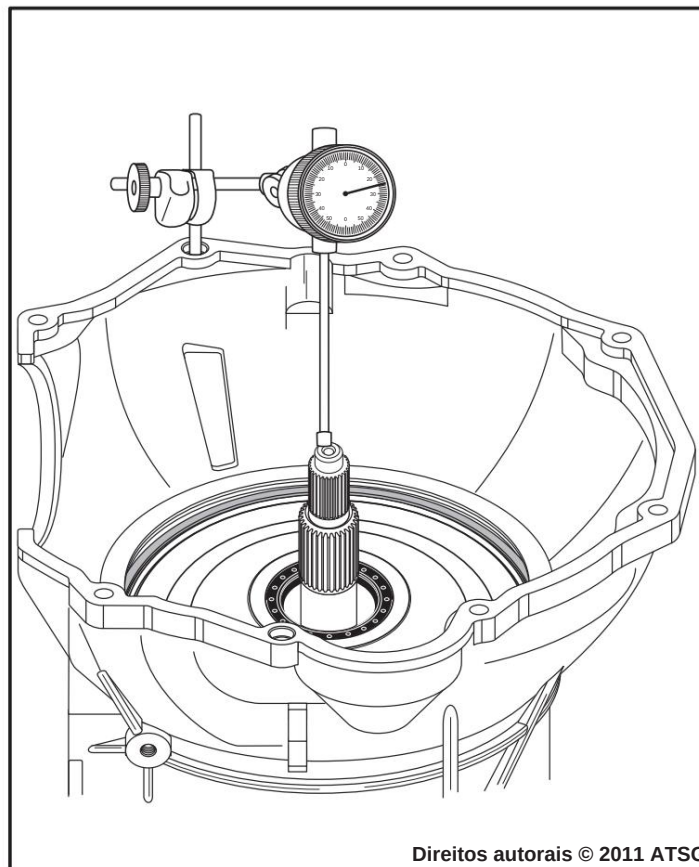

Figura 36
8. Usando um indicador de mostrador, meça e registre a leitura da folga axial do eixo de entrada, conforme mostrado na Figura 36, para referência na remontagem.